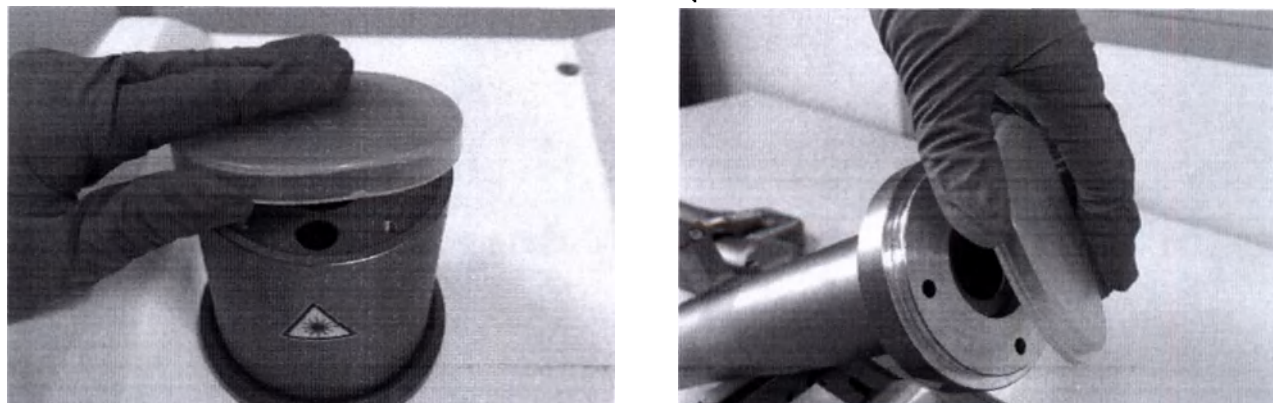

Рис.8.9 – Снятие защитных колпачков
8.1.4.5. Снимите защитный желтый колпачок с шарнирного манипулятора и вывода оптического излучения Прибора, как показано на рис.8.9.